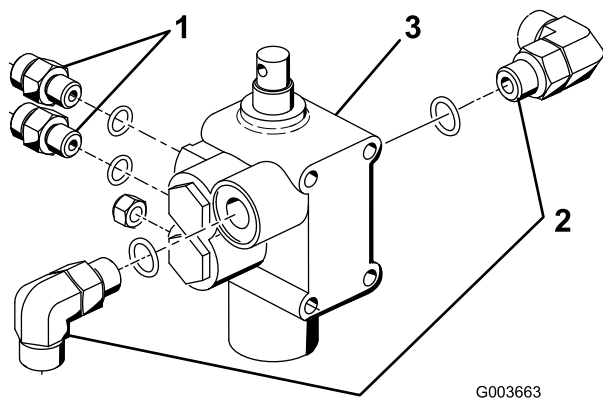

図 4
1. 新しい昇降バルブに、ストレート・フィッティング2本と90° フィッティング2本を取り付ける。各フィッティングは 図 4 のように組み付ける。この時点ではまだ90° フィッティングを本締めしない。